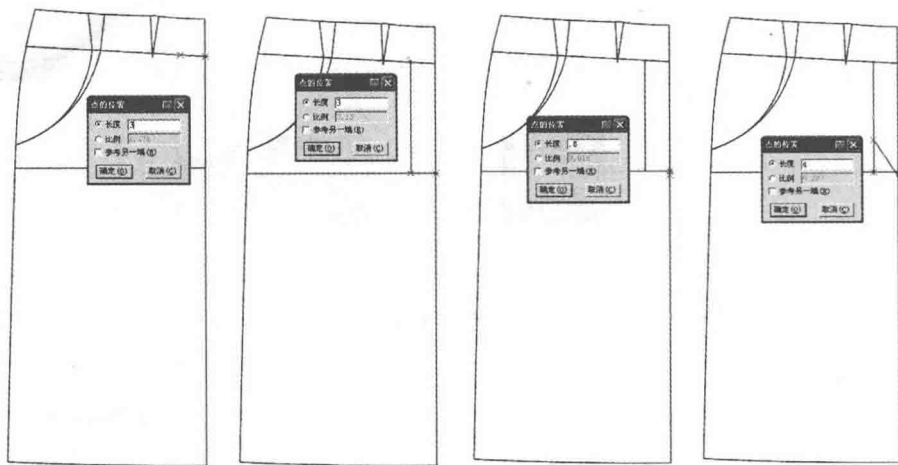

图5-13 画门襟线步骤1
(1) 如图 5-13 所示, 选择  【智能笔】工具在腰头线 3cm 画垂直线相交至臀围线, 前中线臀围下 0.5cm 处与垂直线 4cm 相连。